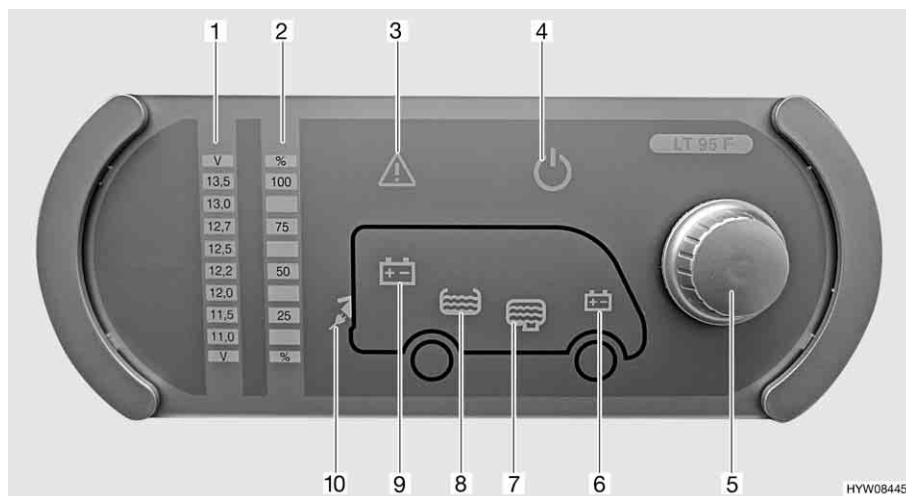

Fig. 112 Pannello di controllo (LT 95)
Il pulsante a rotazione (Fig. 112,5) inserisce o disinserisce il pannello di controllo e l'alimentazione a 12 V dell'abitacolo.
- Premere il pulsante a rotazione (Fig. 112,5): L'alimentazione a 12 V dell'abitacolo è inserita. La spia di controllo a 12 V (Fig. 112,4) diventa verde.
- Premere il pulsante a rotazione (Fig. 112,5): L'alimentazione a 12 V dell'abitacolo è disinserita. La spia di controllo a 12 V (Fig. 112,4) si spegne.
Mediante il pulsante a rotazione (Fig. 112,5) si possono interrogare sia la tensione della batteria dell'abitacolo che la tensione della batteria di avviamento. La tensione viene visualizzata sulla scala indicatore per la tensione della batteria (Fig. 112,1).
- Ruotare il pulsante a rotazione (Fig. 112,5), finché si accende il simbolo della batteria della quale deve essere interrogata la tensione.
Viene indicata la tensione della batteria dell'abitacolo (Fig. 112,9)
Viene indicata la tensione della batteria di avviamento (Fig. 112,6)
- Leggere la tensione sulla scala indicatore della tensione della batteria (Fig. 112,1).
Mediante il pulsante a rotazione (Fig. 112,5) si possono interrogare sia il livello del serbatoio dell'acqua che il livello del serbatoio delle acque grigie. Il livello viene visualizzato sulla scala indicatore livello dei serbatoi (Fig. 112,2).
- Ruotare il pulsante a rotazione (Fig. 112,5), finché si accende il simbolo del serbatoio del quale deve essere interrogato il livello.
Viene indicato il livello del serbatoio dell'acqua (Fig. 112,8)
Viene indicato il livello del serbatoio delle acque grigie (Fig. 112,7)
- Leggere il livello sulla scala indicatore del livello serbatoio (Fig. 112,2).
La spia luminosa Alarm (Fig. 112,3) lampeggia non appena i valori limite fissati vengono superati per eccesso o per difetto.
La spia luminosa Alarm (Fig. 112,3) lampeggia non appena la tensione della batteria scende al di sotto di 11 V. Se l'alimentazione a 12 V è accesa, si accende anche il relativo simbolo della batteria (Fig. 112,6 o 9), e l'indicatore "11,0" sulla scala indicatore della tensione della batteria (Fig. 112,1) lampeggia. Rischio di uno scaricamento totale della batteria.
La spia luminosa Alarm (Fig. 112,3) lampeggia ed il relativo simbolo del serbatoio (Fig. 112,7 o 8) si accende non appena il serbatoio dell'acqua è vuoto o il serbatoio delle acque grigie è pieno.
La spia di controllo a 230 V (Fig. 112,10) si accende quando all'ingresso della centralina elettrica è presente una tensione di rete.